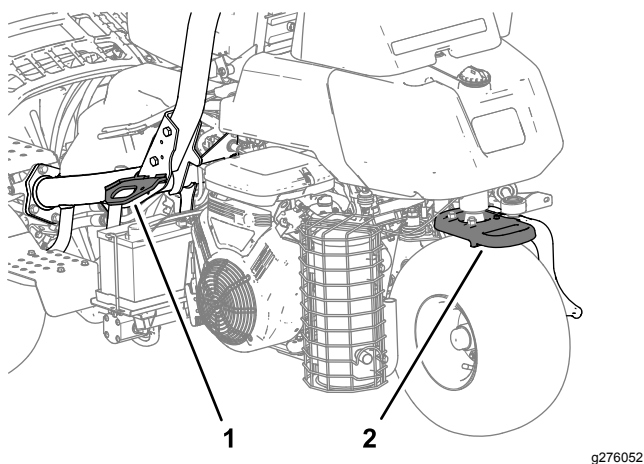

图 26
- 用箍带、链条、缆绳或绳索将机器固定牢靠。前后箍带都应从机器的下方向外伸出图 26。